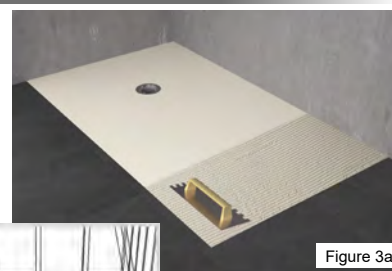

Figure 3a
a) Pour les sols en bétons: Versez de la colle de ciment flexible pour carreaux de céramiques sur le sol en béton. Répartir uniformément avec une truelle crantée comme indiqué sur la Figure 3a.
- a) For concrete floors: Use flexible cement glue for porcelain stoneware tiles on the concrete floor. Spread evenly with a notched trowel as per Figure 3a.